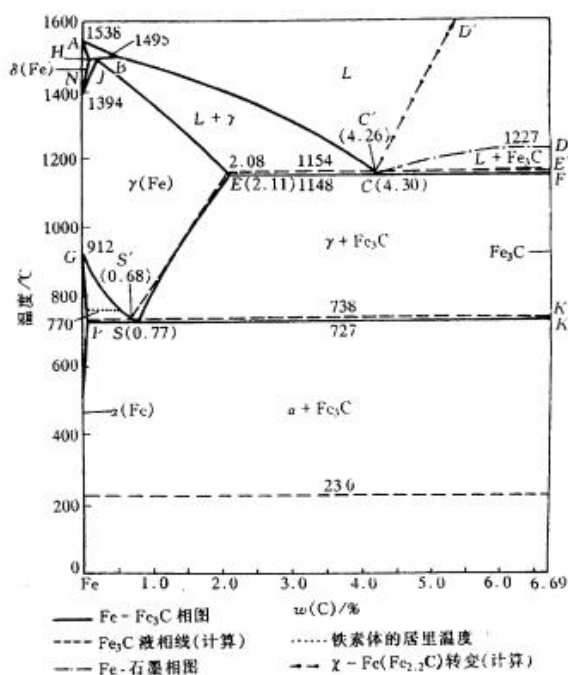

图 7-4
3. (a)根据Fe-Fe₃C相图(见图 7-4)，分别求 2.11%C，4.30%C的二次渗碳体的析出量，(b)画出 4.3%的冷却曲线。